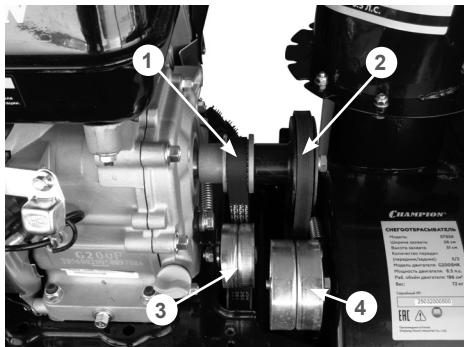

Рис. 38 Обслуживание ремней привода
2. Проверьте состояние ремней (Рис. 38). Если ремень протерт, надорван или заметны иные повреждения, он должен быть незамедлительно заменен.